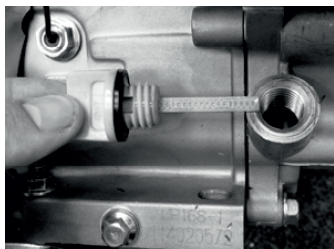

Рис. 4
2. Выкрутите пробку маслозаливной горловины (Рис. 4);
1. Выкрутите пробку маслозаливной горловины (Рис. 4);